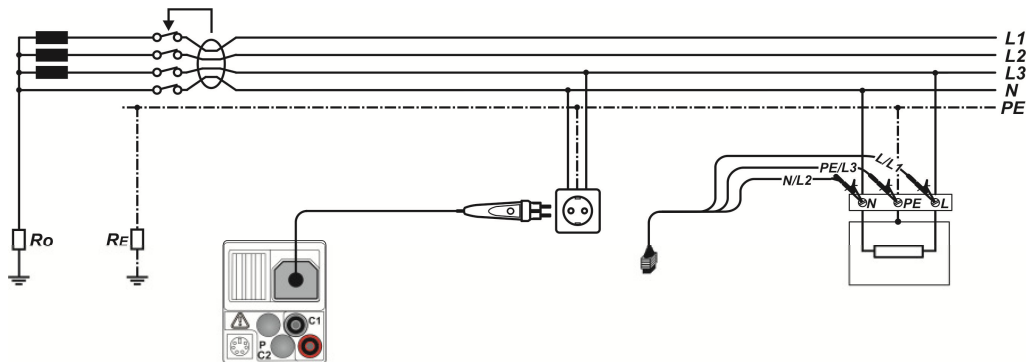

Abbildung 5.17: Anschluss des optionalen Commander-Prüfsteckers (044149) und der 3-Leiter-Prüfleitung
- Kontaktieren Sie die Prüflinien an das Prüfobjekt (siehe Abbildung 5.17).
- Kontaktieren Sie die Prüfleitungen an das Prüfobjekt (siehe Abbildung 5.17).
- Kontaktieren Sie die Prüflleitungen an das Prüfobjekt (siehe Abbildung 5.17).
<ul style="list-style-type: none"> <li><input type="checkbox"/> Wählen Sie mit dem Funktionswahlschalter die Schaltstellung FI/RCD.</li> <li><input type="checkbox"/> Stellen Sie die Unterfunktion auf AUTO.</li> <li><input type="checkbox"/> Stellen Sie die Prüfparameter ein.</li> <li><input type="checkbox"/> Kontaktieren Sie die Prüfleitungen an das Prüfobjekt (siehe Abbildung 5.17).</li> <li><input type="checkbox"/> Drücken Sie die Taste TEST, um die Messung zu starten.</li> </ul>	Start der Prüfung